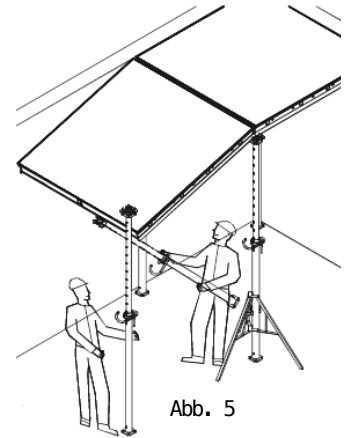

Abb. 5
2. Der Aufbau der Alu Deck Schalung erfolgt entweder von der Ecke (Abb. 2) oder von der Wand bzw. Betonsäule aus (Abb. 3). Dabei werden die Alu Deck Elemente zuerst jeweils mit der Ecke in den Zapfen des Stützkopfes eingehängt. Im nächsten Arbeitsschritt wird das abgewinkelte Element gleichzeitig mit zwei Monteuren mittels Deckenstütze und Deckenstützkopf auf Position hochgehoben und die Stütze abgestellt (Abb. 5)